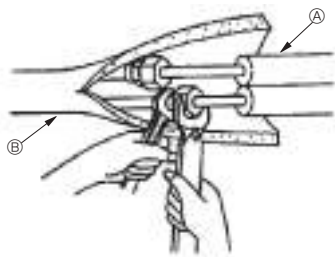

Fig. 4-4
4.4. Kjølemiddelrør (Fig. 4-4)